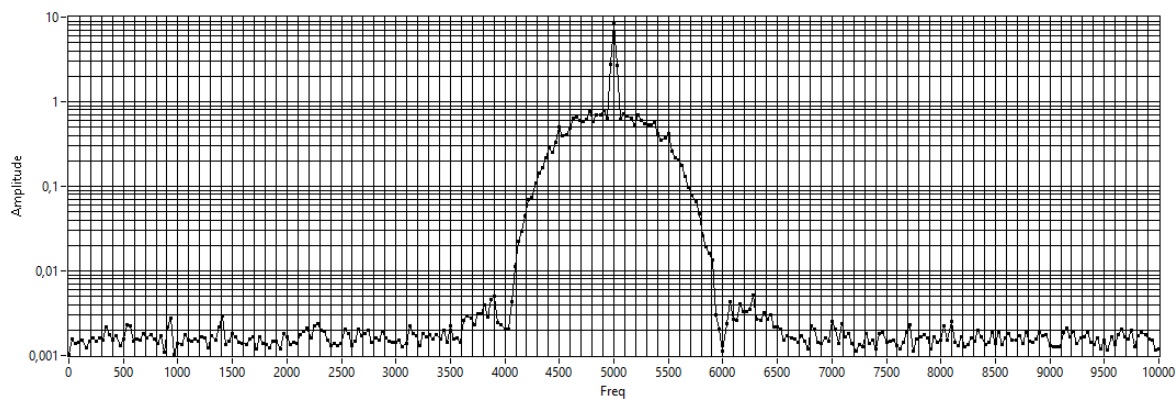

Figure 10 : Spectre du signal modulé
On donne le spectre du signal modulé (fig. 10) en fonctionnement normal. Ce spectre nous permet de tirer quelques informations.
- A partir du graphe de la figure 10, déterminer les éléments caractéristiques du signal modulé ASK.